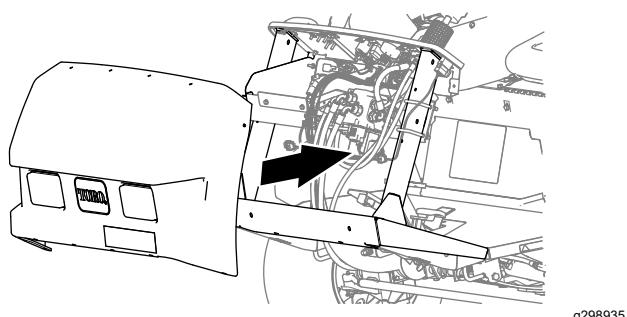

Figura 139
1. Alineie os orifícios no capot com os orifícios no chassis da máquina (Figura 139).